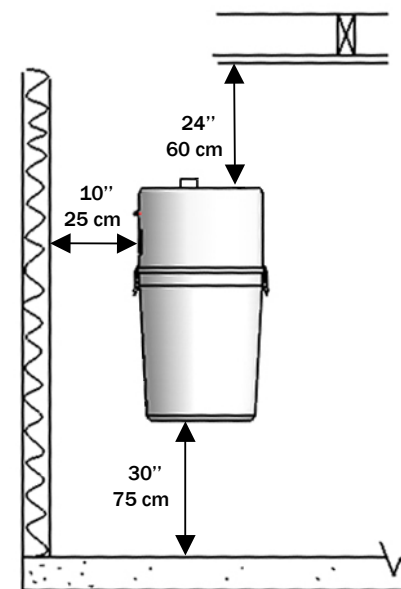

FIGURE 5
4.1.1 Where to install the unit (see Figure 5)
4.1.1 Choisir l'endroit où installer l'appareil (voir Figure 5)
4.1.1. Donde instalar la unidad (vea Figure 5)
4.1.1. Donde instalar la unidad (veja Figure 5)